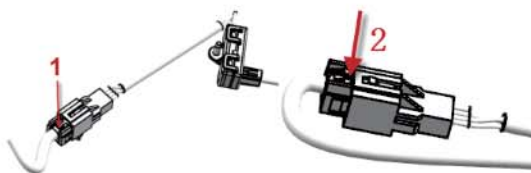

图8-1-10 氛围灯接插件拆卸示意图
c. 拆卸氛围灯接插件: 如图8-1-10, 用力沿箭头 1 方向压住卡脚, 再拔出线束插头; 之后在另一侧沿箭头 2 方向压住卡脚, 再拔出线束插头。